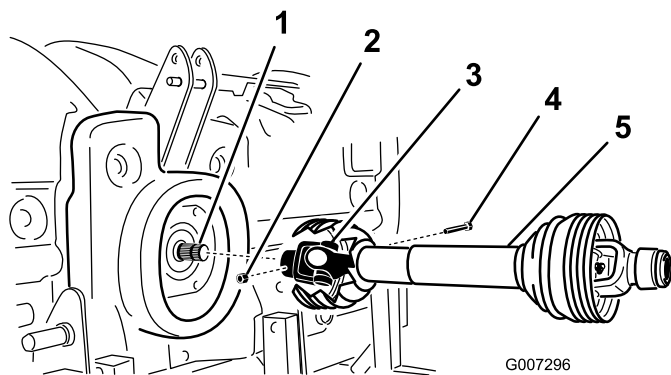

Рисунок 11
2. Подсоедините вал механизма отбора мощности к входному валу коробки передач с помощью болта 1/2 x 3,00 дюйма и гайки 1/2 дюйма (Рисунок 11).